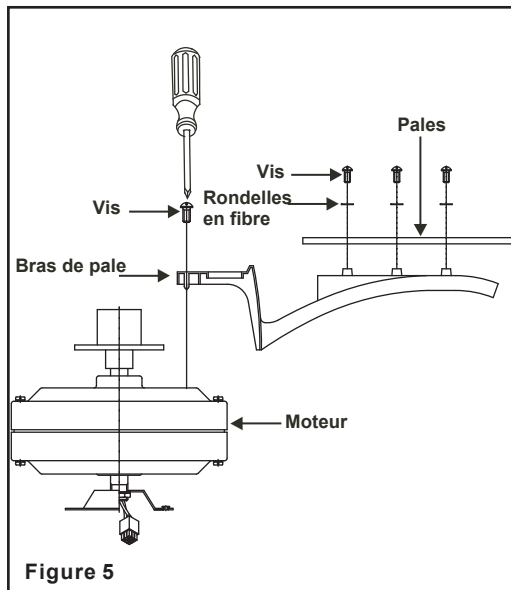

Figure 5
Étape 1 Fixez les pales aux bras des pales à l'aide de trois vis et trois rondelles en fibre, comme illustré à la Fig. 5.
Étape 3 Fixez l'ensemble des pales au moteur en utilisant les vis fournies avec le moteur. (Fig. 5)